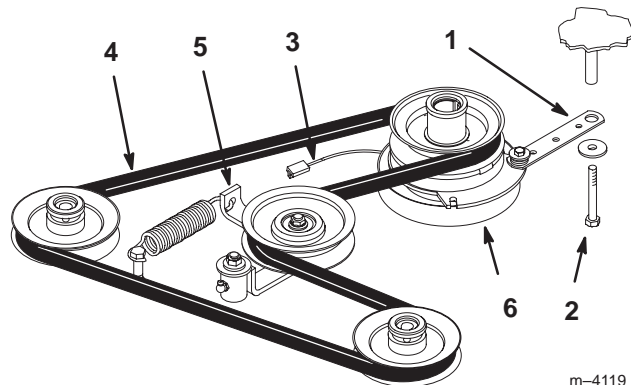

Figure 58
2. Enlevez le boulon de la barrette de l'embrayage et débranchez le fil électrique de l'embrayage (Fig. 58).
3. Écartez la poulie rappelée par ressort. Déposez la courroie de transmission des poulies du moteur et de la pompe hydraulique (Fig. 58).
4. Installez la courroie neuve sur les poulies du moteur et de la pompe hydraulique (Fig. 58).
5. Écartez la poulie rappelée par ressort, alignez la courroie, puis relâchez-la (Fig. 58).